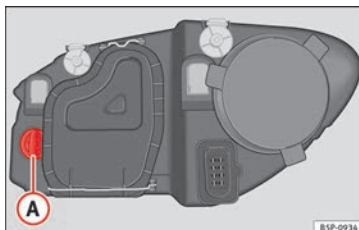

Bild 177 Glödlampa till blinkers.
- Vrid lamphållaren » **bild 177 A** åt vänster och dra.